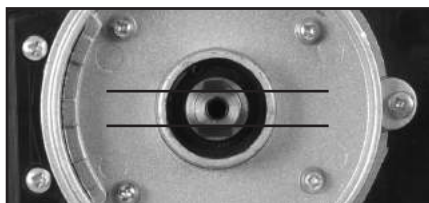

Fig. 12
Nota: las dos (2) caras mecanizadas en el husillo del motor que encajan en la almohadilla de refuerzo para proporcionar una impulsión y localización correctas. **(Fig. 12)**